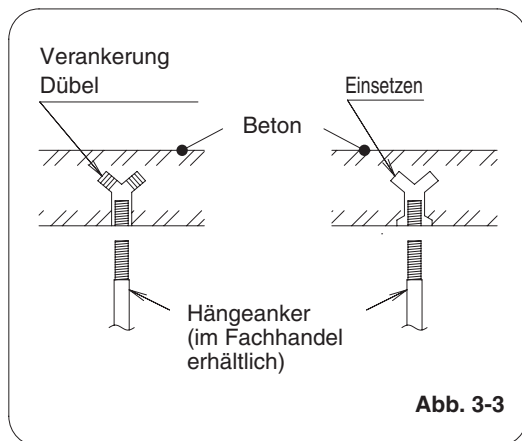

Abb. 3-3
- (1) Wenn das Gerät im Inneren der Decke untergebracht werden soll, den Hängeankerabstand bestimmen, wie zuvor beschrieben. Beim Aufhängen des Innengeräts müssen auch die Rohrleitungen in der Decke verlegt und angeschlossen werden. Wenn die Decke bereits fertig gestellt ist, sollten die Leitungen verlegt und zum Anschluss vorbereitet werden, bevor das Gerät im Inneren der Decke aufgehängt wird.
- (2) Die Hängeanker hineindrehen, wobei diese aus der Decke herausragen müssen, wie in Abb. 3-3 gezeigt. (Nötigenfalls muss die Deckenverkleidung modifiziert werden.)